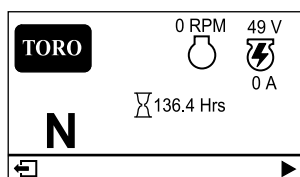

図 17
- **主画面** 図 17: キーが ON 位置にある時に、マシンの現在の情報を表示します。